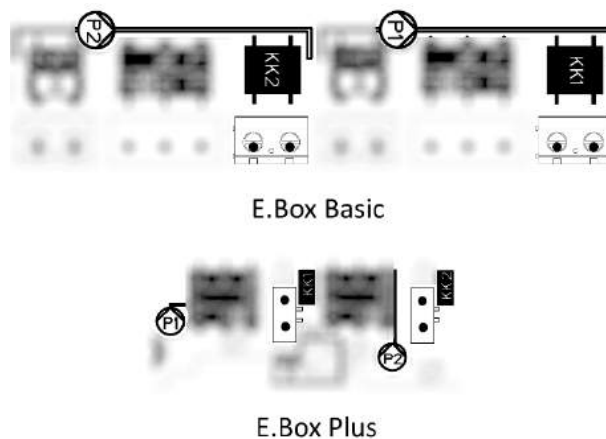

Abbildung 21: Eingänge Wärmeschutz KK
- **Motorwärmeschutz:** die Vorrichtung hat einen Eingang für den Wärmeschutz jedes Motors. Wenn der verwendete Motor mit einem Wärmeschutz ausgestattet ist, kann dieser an die Klemmen KK angeschlossen werden. Ist kein Wärmeschutz vorhanden, müssen die Klemmen überbrückt werden. Die Klemmen sind in der Abbildung 21 sichtbar.